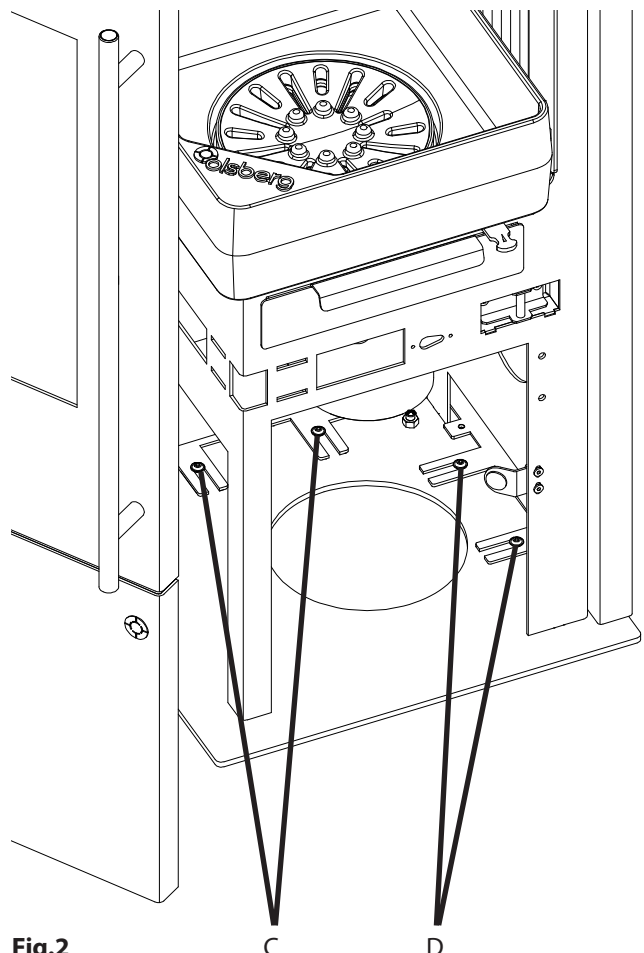

Fig.2
- Befestigungsschrauben (C) für Rückwand und Befestigungsschrauben (D) für Seitenwand unten am Gerät lösen (max. 2 Umdrehungen, siehe Fig.2).